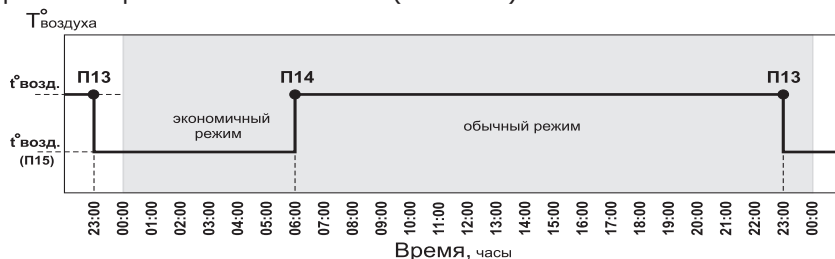

Рис. 6 График температуры воздуха в помещении для Режим 2.
**Режим 2 (выходной день)** - режим состоит из одного запрограммированного интервала, который повторяется каждые сутки. В этом интервале температура воздуха в помещении понижается на три градуса и электроводонагреватель работает в экономичном режиме. На заводе-изготовителе запрограммирован интервал, который показан на графике температуры воздуха в помещении при работе термостата в Режиме 2 (см.Рис.6).